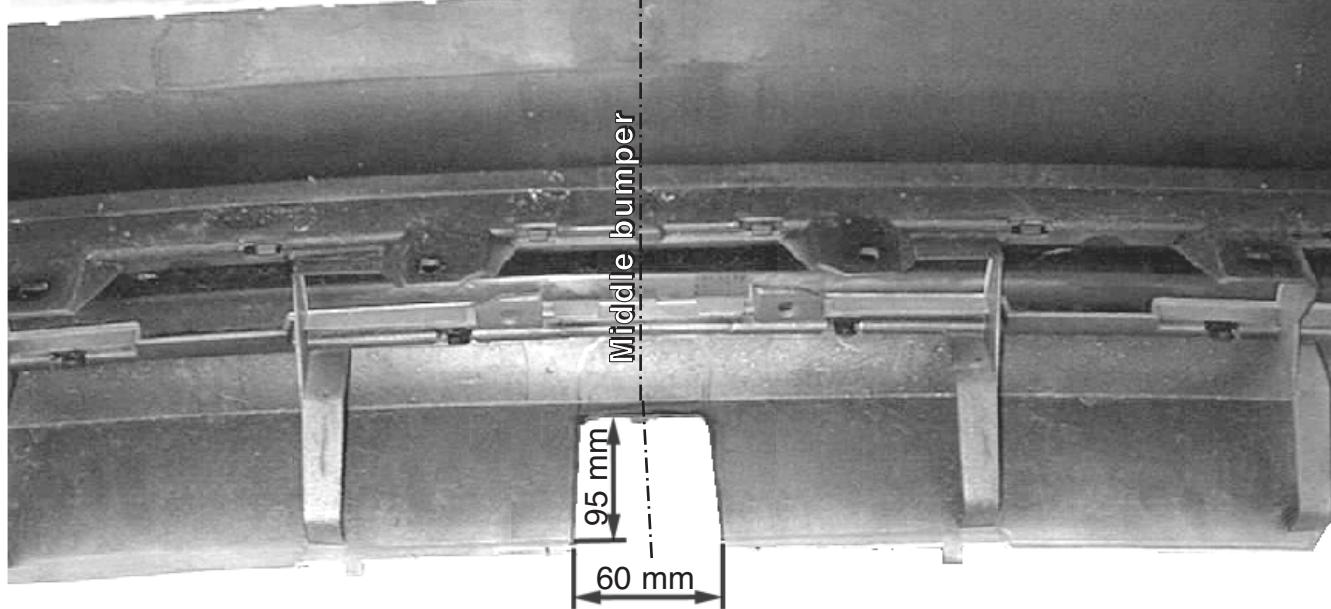

Fig. 1
1. Ryd gulvet i bagagerummet. Fjern følgende fra bagagerummet: donkr-aften (til venstre), bagskærmen af kunststof og kunststoflommerne (til højre og venstre). Fjern kofangeren fra køretøjet. Fjern den indre del af kofangeren (inderværket). Fjern støddæmperne fra inderværket. Disse støddæmpere skal ikke genanbringes. Sav et stykke ud af kofangeren, se fig. 1.
- Despejar el suelo del maletero. Retirar del maletero el gato (a la izquierda), la pantalla posterior sintética y los compartimentos almacén sintéticos (a la izquierda y derecha). Desmontar el parachoques del vehículo. Retirar el armazón interior del parachoques. Retirar los amortiguadores del armazón interior. Los amortiguadores retirados no se vuelven a poner. Serrar una parte del parachoques de acuerdo con la fig. 1.
1. Liberare il fondo del bagagliaio. Rimuovere dal bagagliaio il cric (a sinistra), il pannello in plastica posteriore e gli scomparti in plastica portaogetti (a destra e sinistra). Smontare il paraurti del veicolo. Rimuovere l'anima interna del paraurti. Rimuovere gli ammortizzatori dall'anima del paraurti; questi non dovranno essere rimontati. Segare via una parte del paraurti, come indicato in fig. 1.
1. Upiątańać podłogę bagażnika. Z bagażnika wyjąć podnośnik, tylną ściankę z tworzywa sztucznego oraz schowki z tworzywa sztucznego (z lewej i z prawej strony). Odkręcić zderzak. Zdjąć obudowę zderzaka a następnie z obudowy wymontować amortyzatory. Amortyzatory te nie będą ponownie wykorzystywane. Według rys. 1. Ze zderzaka wyciąć pokazany element.